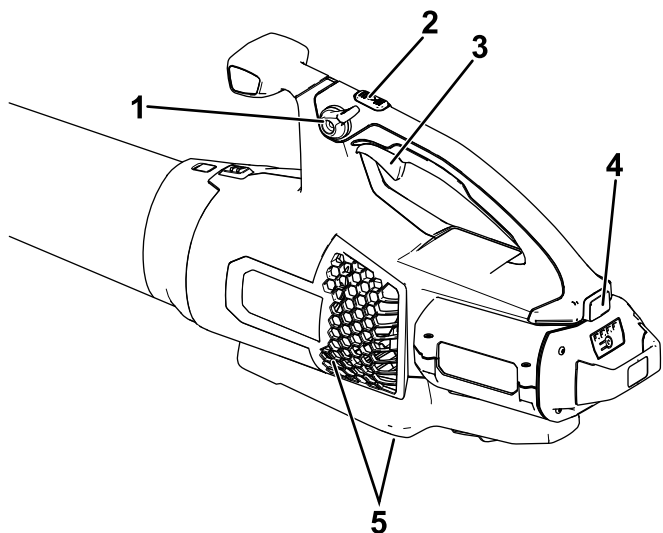

Figura 7
4. Para arrancar el soplador, apriete el gatillo de velocidad variable (Figura 7).
Nota: Active el bloqueo de velocidad para mantener la máquina encendida sin tener que apretar el gatillo de velocidad variable (Figura 7).
Para obtener el máximo rendimiento (velocidad de aire), presione a fondo el gatillo de velocidad variable, luego mantenga pulsado el botón de potencia turbo durante el tiempo deseado (Figura 7).
Para ajustar la velocidad del aire mientras sopla, utilice el gatillo de velocidad variable (Figura 7).
Para mantener la velocidad actual del aire, active el bloqueo de velocidad (Figura 7).
Para apagar el soplador, desactive el bloqueo de velocidad (si lo está usando) y suelte el gatillo de velocidad variable (Figura 7).